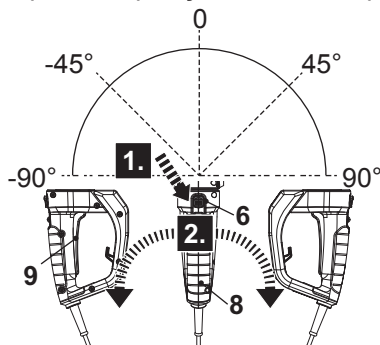

Fig. 7
1. Prima para baixo o botão de bloqueio da pega giratória (6) e mantenha-a em posição (Fig. 7, passo 1).
2. Rode a pega traseira (8) ligeiramente para a esquerda ou para a direita (Fig. 7, passo 2).
3. Solte o botão de bloqueio da pega giratória (6) e continue a mover a pega traseira (8) até que bloqueie em posição com um clique audível.